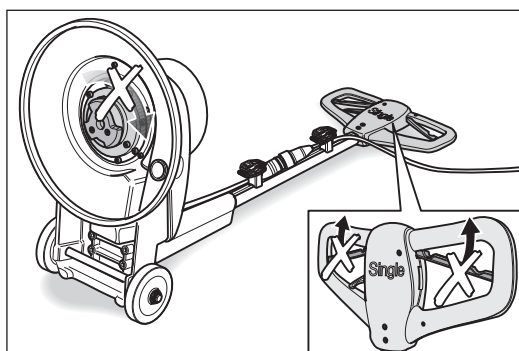

Fig. 9 ¡Nunca conectar la máquina cuando no haya ningún plato abrasivo montado!
- NO haya montado ningún plato abrasivo (fig. 9)!